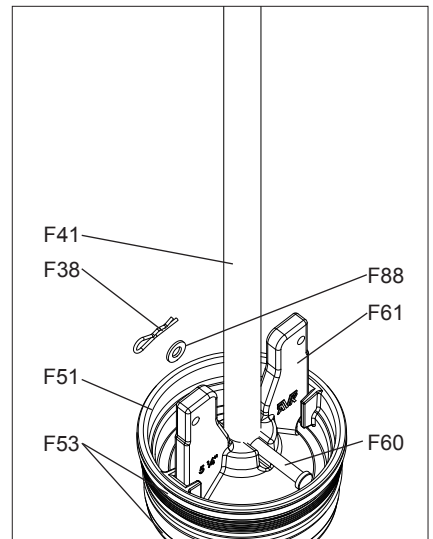

Fig. 7J
10. Si se debe reemplazar alguna de las piezas anteriores, sujete la varilla del vástago inferior (F41) en un tornillo de banco estándar. (Vea la Fig. 7J) Deslice el anillo del asiento de la válvula (F51) fuera de los oídos de la válvula principal. Para desconectar la válvula principal de la varilla del vástago inferior (F41), retire el pasador de resorte (F38) y la arandela del pasador de retención de la válvula principal (F88) del pasador de retención de la válvula principal (F60). Invierta los pasos para volver a montar. Engrase ligeramente las orejas de la válvula principal y los O-ring de la válvula principal (F53) con una grasa de grado alimenticio que no contiene acetato ni silicona.